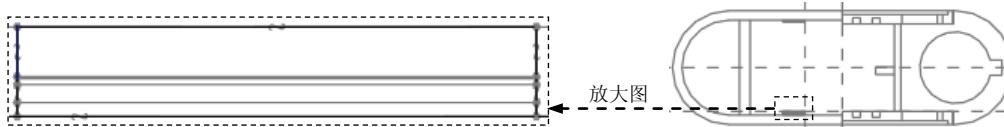

图 19.18 截面草图
(3) 进入草绘环境后,选取 MOLD_RIGHT 基准平面和 MOLD_FRONT 基准平面为草绘参考,利用“使用边”命令绘制图 19.18 所示的截面草图(截面为一矩形)。完成特征截面的绘制后,单击“草绘”操控板中的“确定”按钮 。
(4) 将坯料的遮蔽取消。
(5) 设置深度选项。